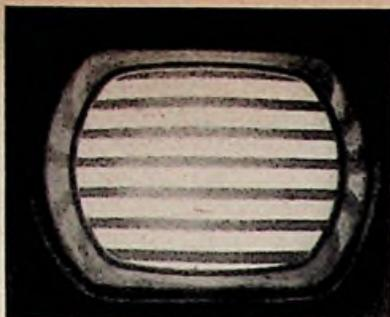

Bild 8. Waagerechte Balken zur Prüfung der Rasterlinearität
a) In der Stellung 2 des Bildmusterwahlschalters stellt man mit Hilfe des zugehörigen Reglers für die Einstellung der Anzahl der Balken (6...10) etwa acht waagerechte Balken ein. Da der gegenseitige Abstand aller Zeilen über den ganzen Schirm gleich sein soll, müssen alle Balken bei Linearität des senkrechten Kippgerätes die gleiche Breite haben (Bild 8).